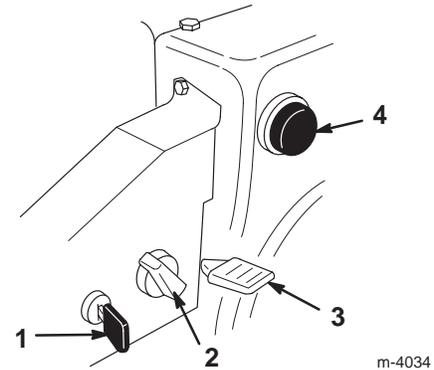

Figure 15
- **Clé de contact** (Fig. 15)—Insérez la clé dans le commutateur d'allumage avant de mettre le moteur en marche. Pour couper le moteur, retirez la clé de contact.
- **Starter** (Fig. 15)—Pour mettre en marche un moteur froid, tournez la commande de starter dans le sens des aiguilles d'une montre à la position **en service**. À mesure que le moteur se réchauffe, tournez progressivement le starter dans le sens anti-horaire jusqu'à la position **hors service**.
- **Commande d'accélérateur** (Fig. 15)—Déplacez la manette vers le haut pour augmenter le régime du moteur, ou vers le bas pour le réduire. Réglez la manette d'accélérateur en position d'**Arrêt** pour arrêter le moteur.
- **Amorçeur** (Fig. 15)—Appuyez sur l'amorçeur pour envoyer une petite quantité d'essence dans le moteur afin de faciliter le démarrage par temps froid.
2. Retirez la clé de contact du commutateur d'allumage (Fig. 15).
3. Enlevez le bouton de starter (Fig. 15).
5. Tournez le starter en position **en service** (Fig. 15).
6. Insérez la clé de contact (Fig. 15).
7. Couvrez l'orifice central de l'amorceur (Fig. 15) avec le pouce et appuyez sur l'amorceur à trois reprises, en marquant une pause à chaque fois.
10. Dès que le moteur a démarré, tournez le starter (Fig. 15) à la position 3/4. A mesure que le moteur se réchauffe, tournez le starter à la position 1/2. Quand le moteur est suffisamment chaud, tournez le starter à la position **hors service**.